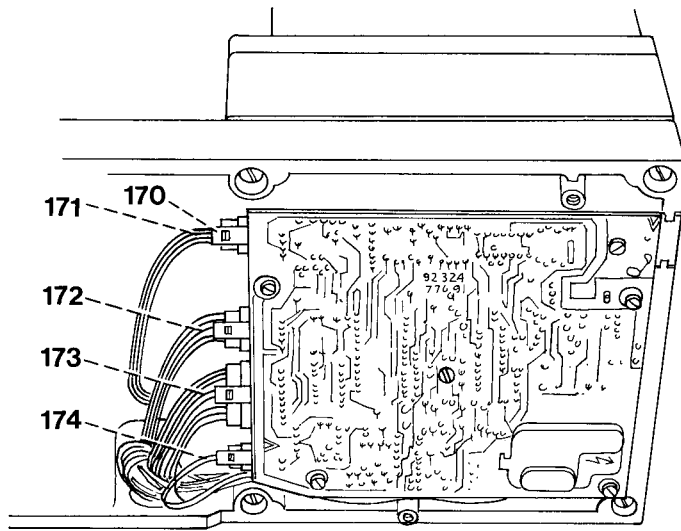

Fig. 50b
- La fiche 171 à quatre fils dans la prise de quatre (fig. 50b).